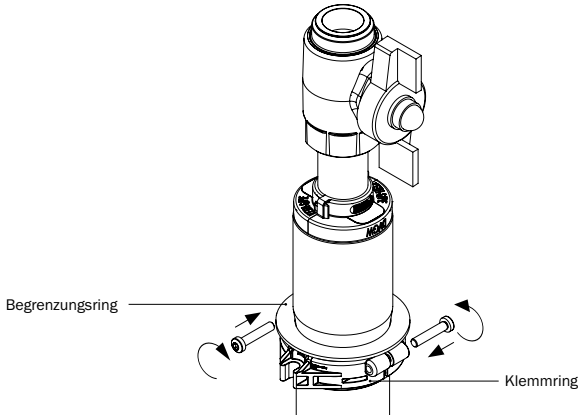

Abbildung 5.12: Klemmring verschrauben
- Nun den Klemmring mit den beiliegenden Schneidschrauben (6 mm) mit einem Steckschlüssel mit Innensechsrund TX 30 (Torx) verschrauben, so dass der Klemmring fest unterhalb des Begrenzungsrings sitzt (s. Abbildung 5.12).